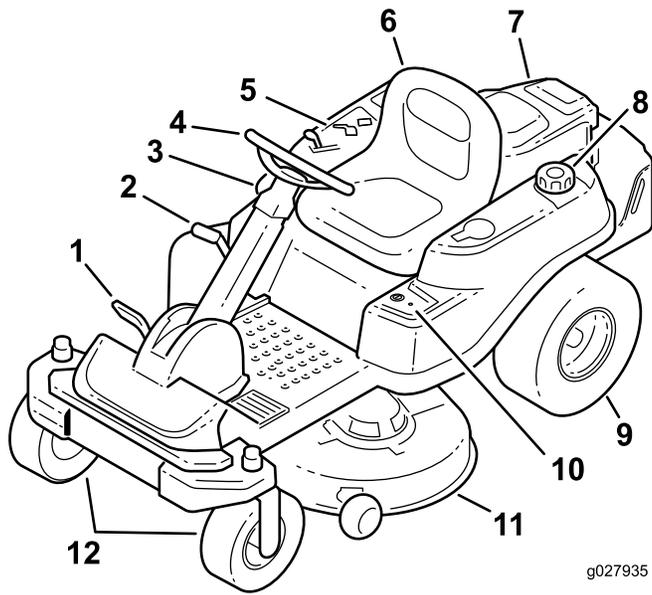
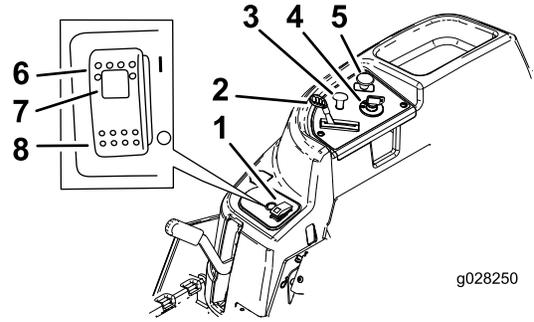

Figura 4
Figura 5
Prima di avviare il motore e di utilizzare la macchina, familiarizzate con tutti i comandi in Figura 4 e Figura 5.
L'interruttore di accensione ha 3 posizioni: spento, marcia e avvio. La chiave gira in posizione di avvio e quando viene rilasciata ritorna in posizione di marcia. Girando la chiave in posizione OFF si spegne il motore; tuttavia, per impedire l'avviamento accidentale del motore, togliete sempre la chiave quando vi allontanate dalla macchina (Figura 5).
Usate lo starter per avviare il motore a freddo. Sollevate la manopola dello starter per innestare lo starter. Premete la manopola dello starter per disinnestare lo starter (Figura 5).
Il comando dell'acceleratore ha due posizioni FAST e SLOW. Spostando in avanti la leva dell'acceleratore il regime del motore aumenta, mentre spostando indietro la leva il regime del motore si riduce (Figura 5).
Il comando delle lame, (PDF), inserisce e disinserisce l'alimentazione delle lame del tosaerba (Figura 5).
- Premere l'interruttore SmartPark™ portandolo in posizione ON (Figura 5).